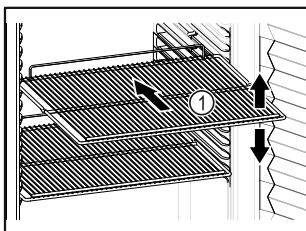

Fig. 30 Примерно изображение
- Ако стелажите за съхранение Fig. 30 (1) могат да се местят, регулирайте ги според височината.